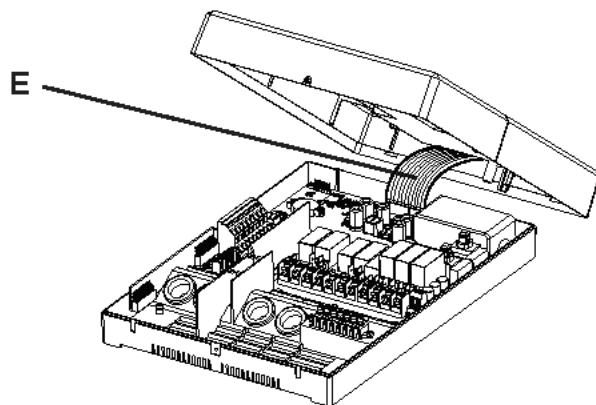

Fig. 3 Estrazione del cavo a nastro
3. Tirare il cavo a nastro con attenzione **E** per estrarlo dalla presa di collegamento (Fig. 3).